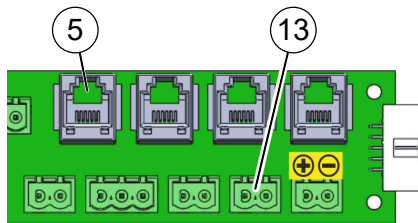
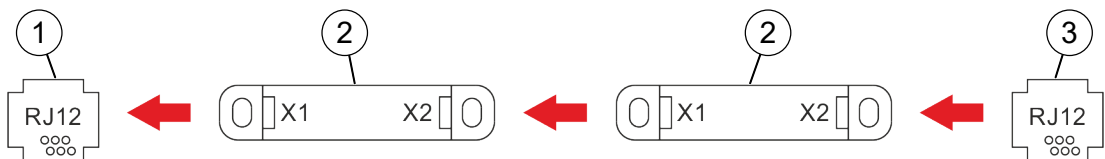

Abb. 52: Anschlüsse Türkontaktschalter
Abb. 53: Installationsschema
Der Türkontakt-Eingang "5" (Abb. 52/5) ist für den *Rittal* Türkontaktschalter "RJ12-Stecker" (Abb. 53/2) ausgelegt.
- 1 Türkontakt-Eingang "5" (Abb. 52/5)
1. ➤ Türkontaktschalter "RJ12-Stecker" (Abb. 53/2) entsprechend Abb. 53 an den Türkontakt-Eingang "5" (Abb. 52/5) anschließen.
2. ➤ RJ12-Stecker "Abschlusswiderstand" (Abb. 53/3 bzw. Abb. 54/1) anschließen.
3. ➤ Den vormontierten Abschlusswiderstand (Abb. 52/13) bei Verwendung des Türkontaktschalters "RJ12-Stecker" entfernen.